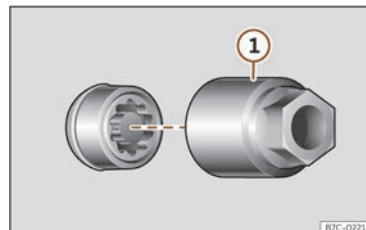

Fig. 214 Tornillo antirrobo de la rueda con capuchón y adaptador.
- Encaje el adaptador especial >>> fig. 214 ① (herramienta de a bordo >>> pág. 305) en el tornillo antirrobo de la rueda hasta el tope.